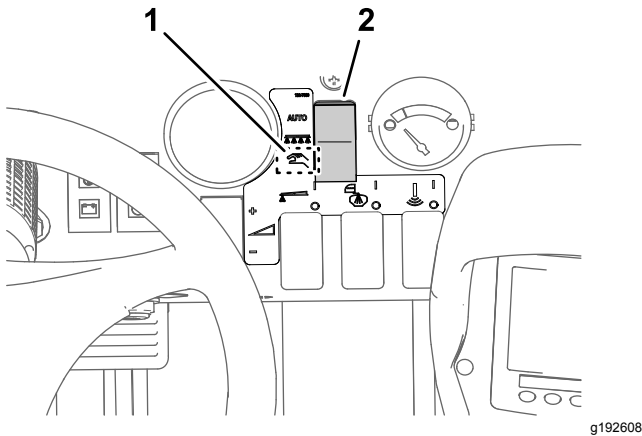

Bild 38
2. Stellen Sie die Taste für den Sprühmodus auf den manuellen Modus (Bild 38).